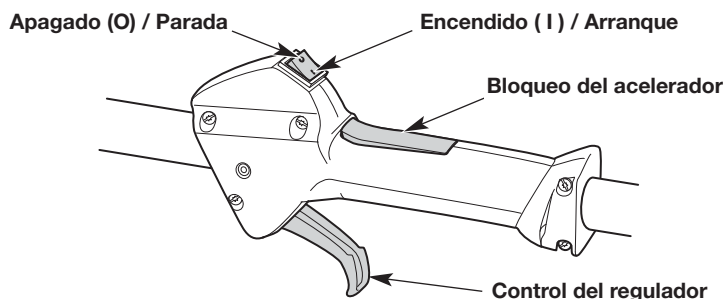
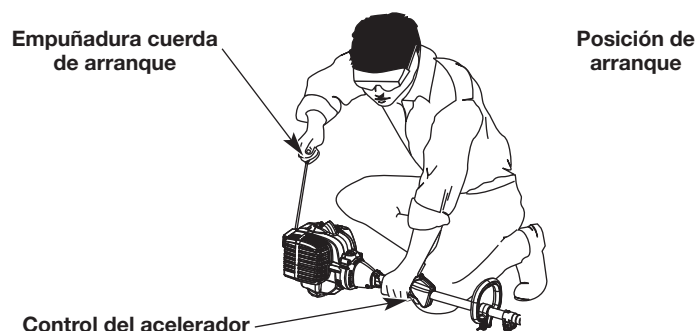

Fig. 12
Fig. 14
ADVERTENCIA: Se debe evitar arrancar accidentalmente la unidad. A fin de evitar que se produzcan lesiones graves, el operador y la unidad deben estar en una posición estable cuando se jala la cuerda de arranque (Fig. 14).
NOTA: No es necesario encender la unidad. El interruptor de encendido/apagado está en la posición ON (I) (encendido) en todo momento (Fig. 12).
5. Agacharse en la posición de arranque (Fig. 14).
6. Oprima el bloqueo del acelerador y apriete el control del acelerador (Fig. 12). Tire de la cuerda de arranque **5 veces** con un movimiento firme y controlado (Fig. 14).
2. Oprima y mantenga apretado el interruptor de encendido/apagado en la posición OFF (O) (apagado) hasta que el motor se pare por completo (Fig. 12).